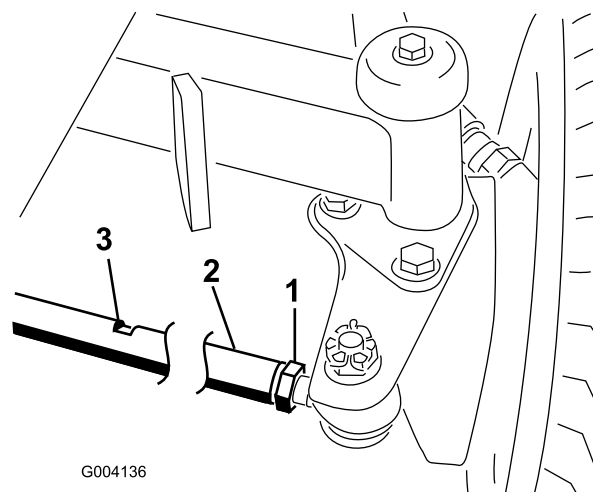

Figure 59
2. Desserrez l'écrou de blocage à chaque extrémité de la biellette (Figure 59).